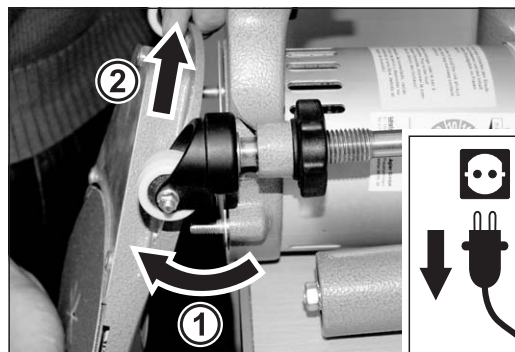

Abb. 48 Den Vorsatz von der Maschine abnehmen.
- 4** Nehmen Sie den Vorsatz von der Maschine (Abb. 48) und legen Sie den Vorsatz mit der Schleifscheibe nach unten ab.